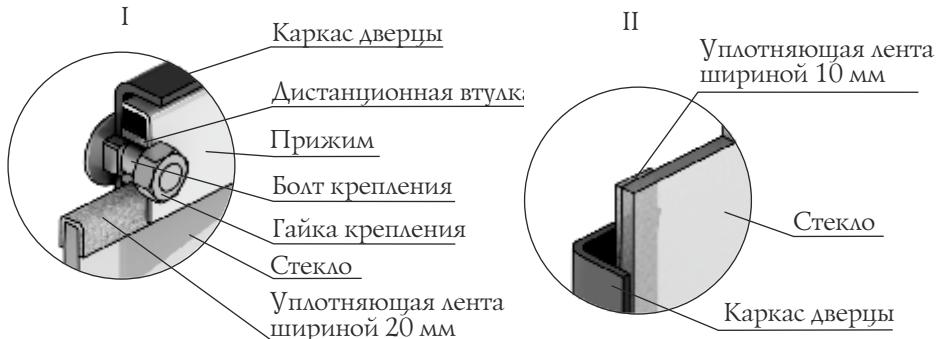

Рисунок 15. Крепление светорозрачного экрана дверцы модели «Витра»
1. Отверните две гайки, фиксирующие прижим (рисунок 15.I), демонтируйте его и дистанционные втулки.
3. Возьмите новое стекло. Если на нем нет уплотняющих лент, наклейте их: лента шириной 20 мм наклеивается сверху и снизу стекла «П» - образно (рисунок 15.I), лента шириной 10 мм наклеивается вертикально, вдоль боковых сторон стекла (рисунок 15.II).
каркасом дверцы (рисунок 15.И).
ВНИМАНИЕ! Гайки, крепящие прижим накручиваются на болты крепления через дистанционные втулки (рисунок 15.И).